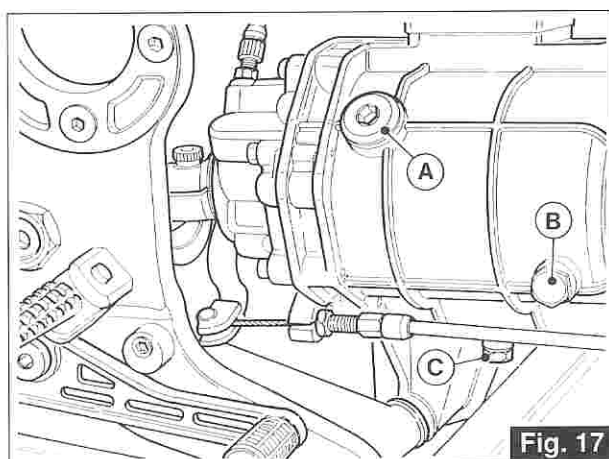

Fig. 17
4.3 LUBRIFICAZIONE DEL CAMBIO (fig. 17)
4.3 GEARBOX LUBRICATION (fig. 17)